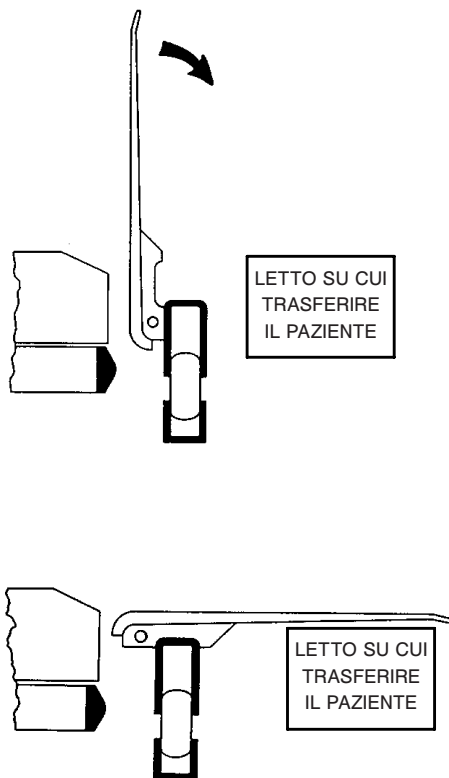

Figura 6.1 - Tavola di trasferimento
**Nota** – La tavola di trasferimento (C) è situata tra la sponda laterale (A) e il materasso (B) come illustrato nella Figura 6.1.
1. Abbassare la sponda laterale (A) alla posizione più bassa.
2. Alzare la tavola di trasferimento (C) afferrandola per le due estremità, inferiore e superiore, e spingendola verso l'alto.